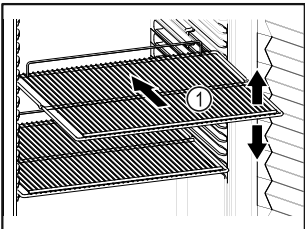

Fig. 57
- Indien de legroosters Fig. 57 (1) verplaatsbaar zijn, deze aan de hoogte aanpassen.